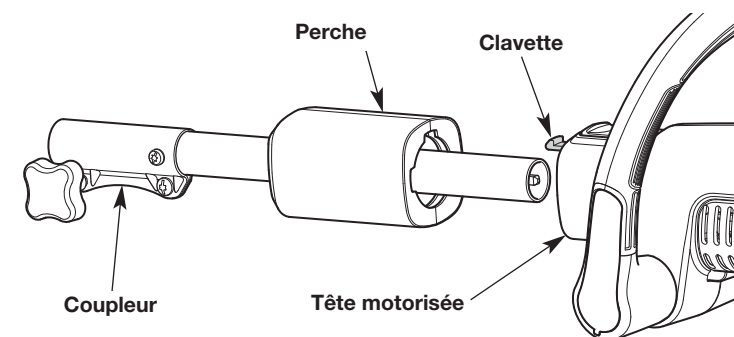

Fig. 1
2. Alignez la perche d'extension avec la tête motorisée (Fig. 1). Le coupleur doit être positionné comme illustré (Fig. 1).
3. Insérez la perche dans la tête d'alimentation jusqu'à ce que le loquet s'enclenche (Fig. 1).